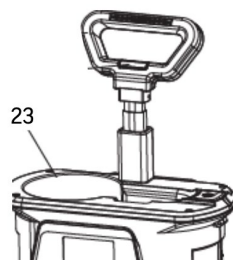

fig. 14
7. Lorsque les résultats sont à votre goût, basculez l'interrupteur de marche/arrêt à la position « OFF » (arrêt) et installez le pulvérisateur sur le socle du pulvérisateur (n° 22) (fig. 14).